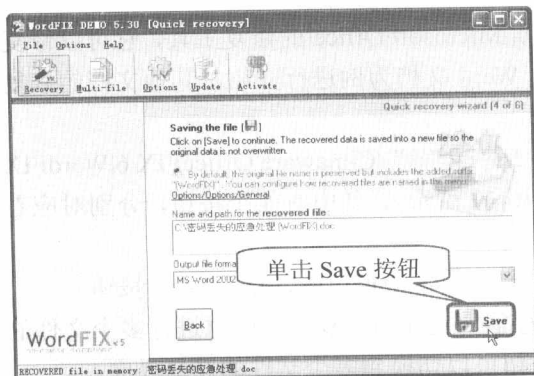

图 10-41 单击 Save 按钮
步骤⑥ 在弹出的窗口中单击 Save 按钮,保存修复后的文档,如图 10-41 所示。